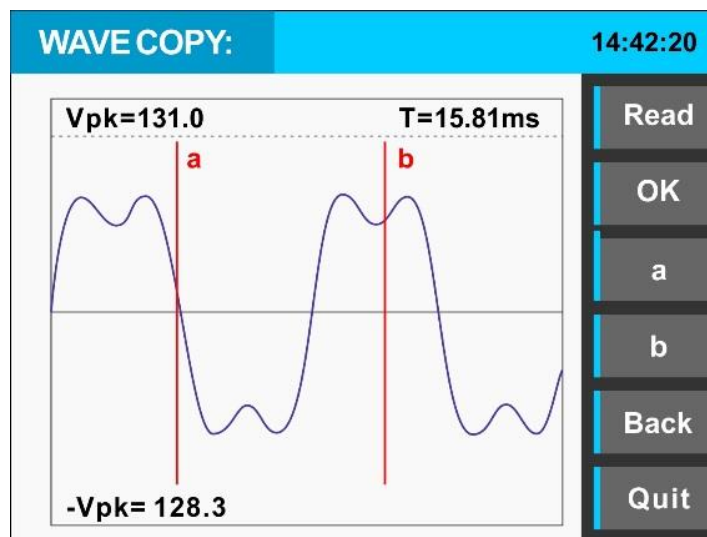

图3-27 读取成功后的波形显示界面
- 2) 系统会自动查找U盘中所存储的CSV格式的波形文件，通过方向键选定所需要拷贝的波形文件，按“ENTER”或“Read”功能键读取波形，读取状态以进度条百分比的形式体现。图3-27表示系统读取完成后复现